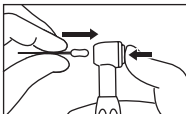

Fig. 2
- Steek de steel van het instrument in de boorhouder (afbeelding 2) en laat de knop los.